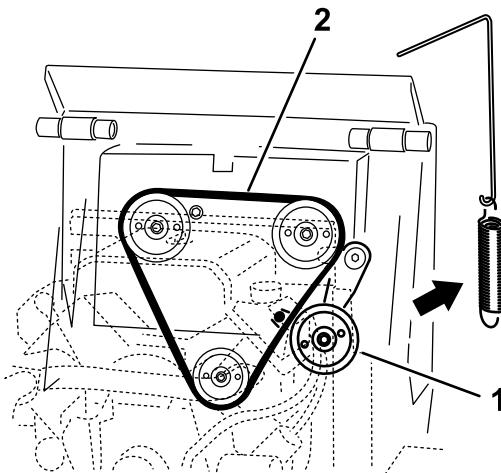

Figure 58
5. Enlevez le ressort de la poulie de tension (Figure 58).
- 7. Placez une courroie d'entraînement neuve sur les 3 poulies (Figure 58).